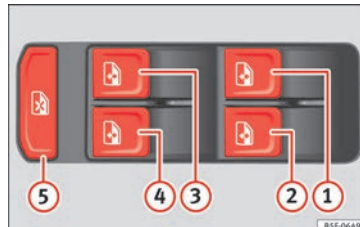

Fig. 128 Pormenor da porta do condutor: comandos para os vidros dianteiros.
Ao pressionar o botão de segurança  **» Fig. 128** pode desativar os comandos nas portas traseiras. Ao pressionar novamente o botão de segurança  ativam-se novamente os comandos das portas traseiras.
- Ao viajar com crianças nos bancos traseiros, recomenda-se que, por razões de segurança, se utilize o botão  **» Fig. 128**, que desativa os comandos dos vidros traseiros.